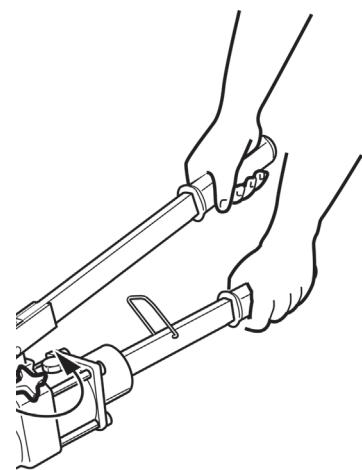

Fig. 4
- Operate the pump lever. The jaws will open (Fig. 4).
- Pumphobel betätigen. Die Klauen öffnen sich (Abb. 4).